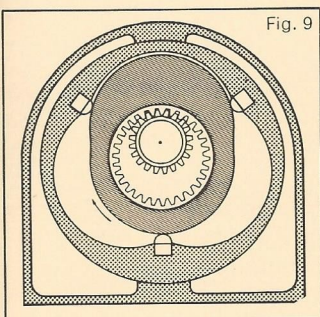

Fig. 9
L'américain Cooley dépose un brevet pour une machine à piston tournant avec épicycloïde intérieure et enveloppante extérieure. Cooley a recours à l'engrènement (figure 9).
*An American named Cooley lodged a patent for a rotary-piston machine with an internal epicycloid and an enveloping outer chamber. Cooley made use of meshing gears. (Fig. 9).*
Der Amerikaner Cooley meldet ein Patent an für eine Maschine mit Drehkolben, innerer Epizykloide und umkleidender äusserer Linie. Cooley benutzt Zahneingriff (Abb. 9).